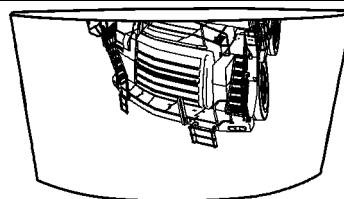

Ilustración 64
- el ancho total del parachoques delantero, según se muestra en la ilustración 64